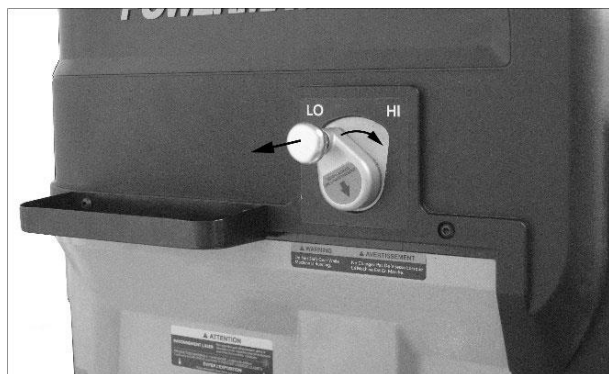

Рис. 9-2
**Включение вращения шпинделя** – (D).
**Отключение вращения шпинделя** – (E). Инерционное вращение шпинделя прекращается спустя 10 секунд при максимальном числе оборотов в минуту.
**Лазерный выключатель** – (F).
**Выключатель светодиодной подсветки** – (G).
**Шкала скорости шпинделя** – (H). Регулируется во время вращения шпинделя. На дисплее отображается скорость в об/мин.
**Переключатель Высокой/Низкой скорости** – (J) и рис. 9-2. Вытяните ручку переключателя и поверните его в сторону желаемой настройки. Отпустите ручку,